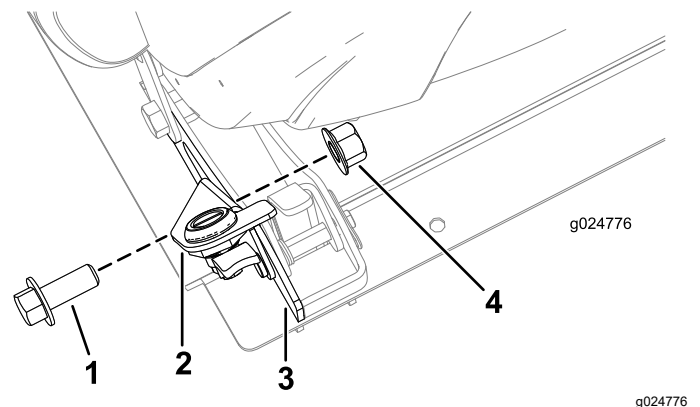

**Figure 23**
- 6. Enfoncez partiellement l'axe de chape dans le trou du verrou du siège (Figure 23).